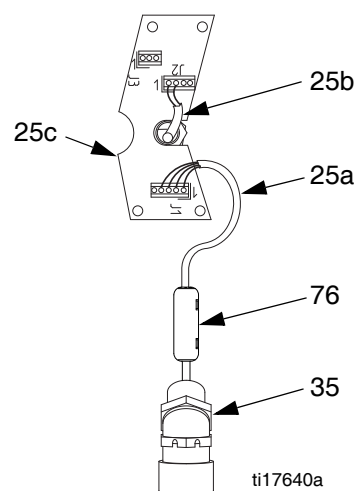

FIG. 29. Conexiones de cables de la tarjeta de circuito
- a. Vea la FIG. 29. Desconecte el cable del transductor (25a) de J1 en la tarjeta de circuito (25c). Retire y retenga la ferrita (76).
- c. Desconecte los cables del circuito de campo de IS de J2 y J3 en la tarjeta de circuito y de los dos bloques de terminales (46). Desconecte los cables del sensor de posición de los dos bloques de terminales. Retenga los bloques de terminales.
- e. Desenrosque los alivios de esfuerzo de conductor (74a y 35) de la carcasa de engranajes. Tire del alivador de esfuerzo de 45° (35) y del conducto del transductor para sacarlos de la carcasa. No desconecte el transductor de la lumbrera de salida (P).
- f. Desconecte el sensor de posición y las piezas de fijación de la carcasa de engranajes (1). Consulte la página 22. Asegúrese de retirar el adaptador del sensor de posición (78). Retenga estas piezas.
11. Desenrosque las tuercas de seguridad (15) de las varillas de unión (3). Retire la sección de fluido completa. Desenrosque las varillas de unión (3) de la carcasa de engranajes.